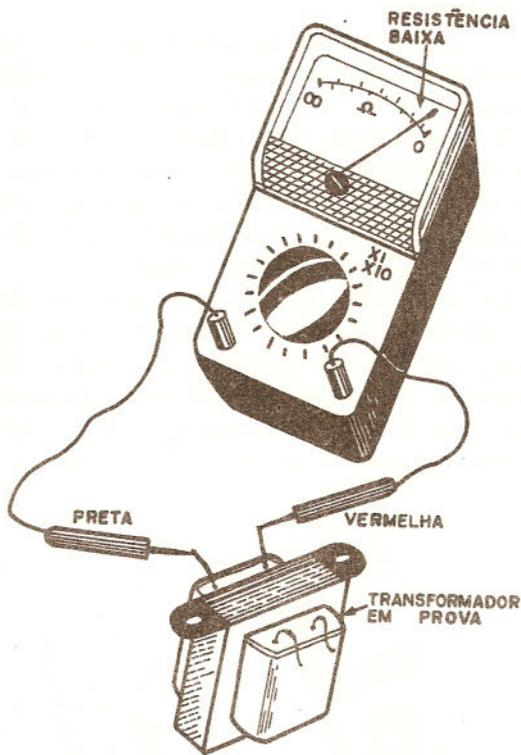

figura 8
1. Encostamos as pontas de prova nos extremos do enrolamento que queremos provar. (figura 8)